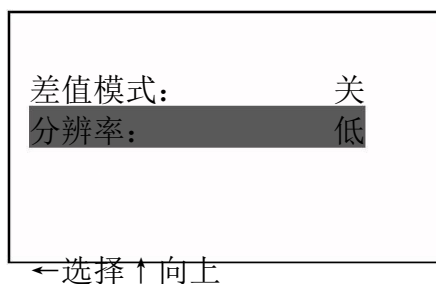

图 39
- 用 ↑ 或 ↓ 键选中串口，按  键循环显示开（打开串口功能）、关（关闭串口功能），这里需打开该功能，如图 39，